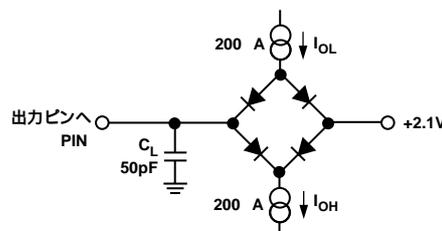

図1 . デジタル出力タイミング仕様に使用した負荷回路
- ³ これらの数値は、図1に示した負荷回路を用いて測定しました。測定値は、 $V_{DD} = 5$ V \pm 10 % の場合は出力が0.8 Vまたは2.4 Vと交差するまで、 $V_{DD} = 3$ V \pm 10 % の場合は0.4 Vまたは2 Vと交差するまでの値です。
- ⁴ 図1に示した回路を負荷させたとき、データ出力が0.5 V変化するのに要する時間を測定して導いています。その後、外挿法を用いて測定値から50 pFのキャパシタによる充電または放電の影響を除きました。つまり、上記のタイミング仕様にある時間 t_{11} は、外部バス負荷の静電容量から独立したこの部品の真のバス開放時間を表わすことになります。